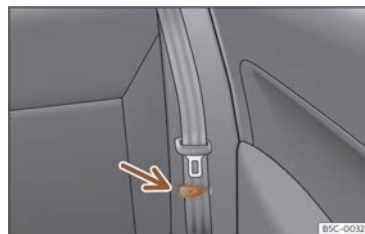

Fig. 97 Asiento trasero: pinza para sujetar el cinturón de seguridad.
- Coloque los cinturones de seguridad laterales en la pinza del revestimiento >>> **fig. 97**.